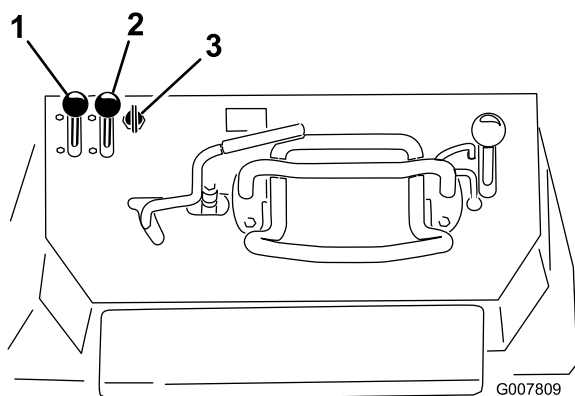

Figure 19
- Réglez la manette d'accélérateur à mi-course entre les positions bas et haut régime (Figure 19).
2. Levez la manette de starter en position contact établi (Figure 19).
- Pour le modèle avec démarrage électrique, tournez la clé en position contact établi (Figure 19). Relâchez la clé quand le moteur démarre.
4. Amenez progressivement la manette de starter en position hors service (Figure 19). Si le moteur cale
5. Réglez la manette d'accélérateur à la position voulue (Figure 19).
1. Placez la manette d'accélérateur à la position bas régime (Figure 19).
3. Tournez la clé de contact en position contact coupé (Figure 19).